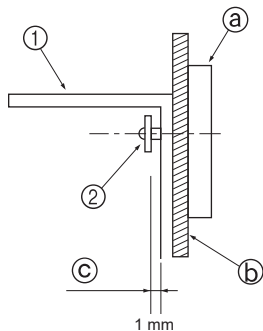

Fig. 3-4
- Πρώτα τοποθετήστε το λαμάκι στον τοίχο και στη συνέχεια σφίξτε τη βίδα έτσι ώστε το λαμάκι να μπορεί να μετακινηθεί επάνω και κάτω. (Fig. 3-4)
- ① Γωνιακό λαμάκι στήριξης
- ② Λαμαρινόβίδα
- ③ Διάζωμα
- ④ Υλικό επιφάνειας του τοίχου
- ⑤ Διάκενο περίπου 1 mm